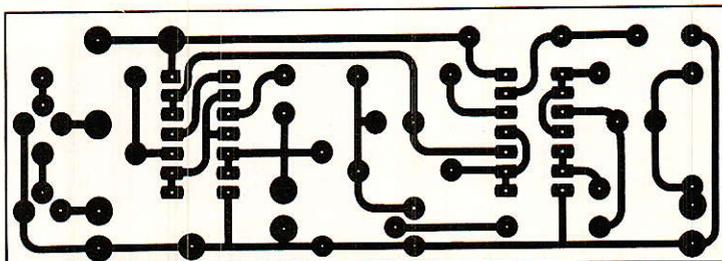

Figure 4
**L**e circuit de la figure 4 est de dimensions telles qu'il peut facilement être logé avec celui de